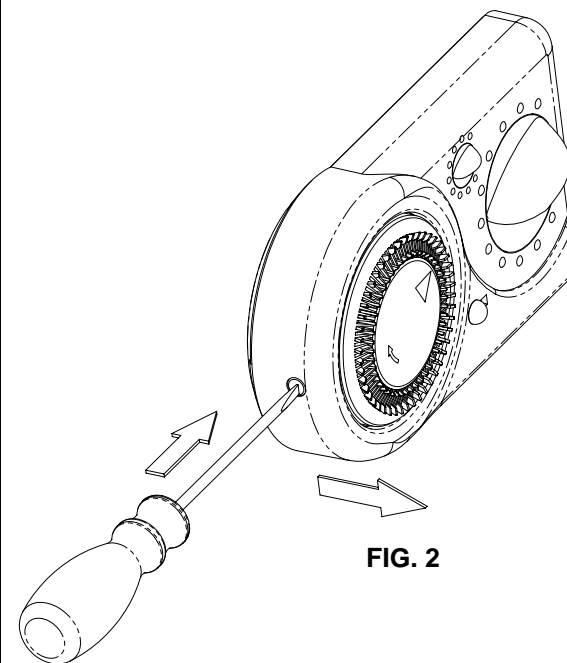

FIG. 2
- 1 Inserire il cacciavite e fare una lieve pressione nel foro posto sul fianco dell'orologio, come indicato in fig. 2, quindi sfilare la calotta, separandola dalla base.
With the help of a screwdriver apply a slight pressure in the hole located on the clock side, as shown in fig. 2, then pull the plastic cover, thus opening the appliance.